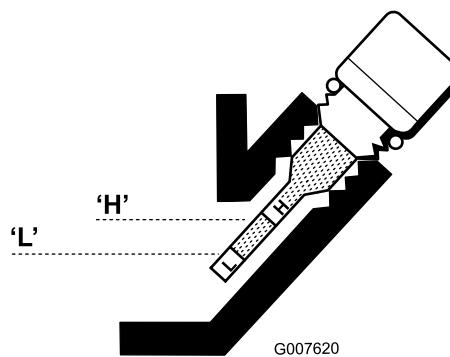

Figura 23
- Limpie el indicador e introduzcalo en el orificio de llenado. No lo enrosque en el orificio. Luego retírelo y verifique el nivel de aceite. Si el nivel es bajo, añada solamente aceite suficiente para que llegue entre las marcas 'H' y 'L' del indicador (Figura 23). Vuelva a comprobar el nivel de aceite. No llene demasiado.